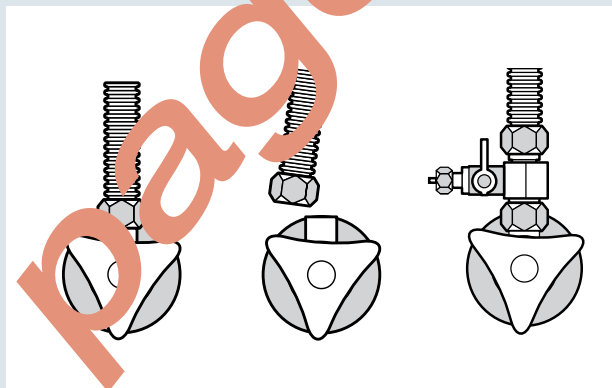

Рис. 1. Процесс подсоединения адаптера-соединителя
2. Перекройте водопровод (для моделей YWH-S1 и YWH-MD) и подсоедините адаптер-соединитель (см. рис. 1).